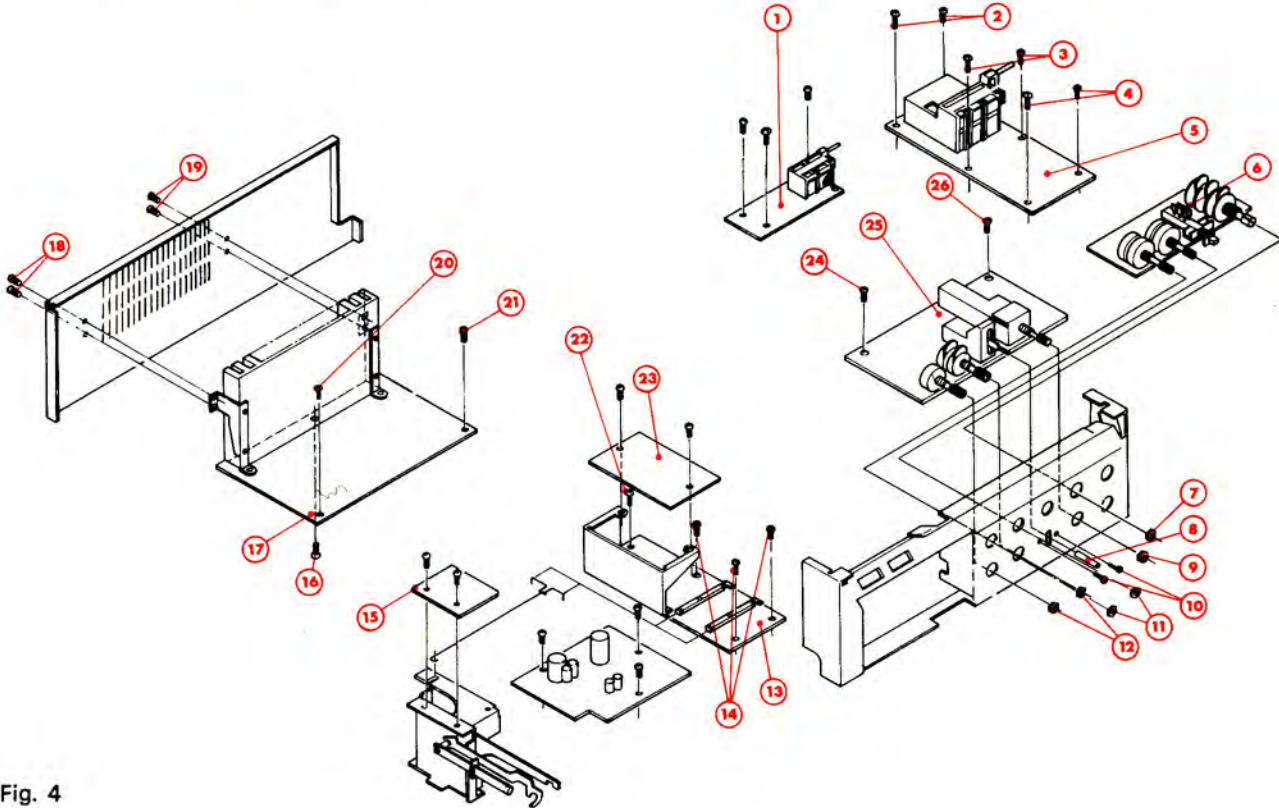

Fig. 4
E. DÉPOSE DE LA PLATINE HF-FI/MA-MF (Fig. 4)
- 2° - Déposer la platine convertisseur GO (1).
- 3° - Dévisser les vis (2), (3) et (4).
- 4° - Déposer la platine HF-FI/MA-MF (5).
F. DÉPOSE DE LA PLATINE ENREGISTREMENT-LECTURE (Fig. 4)
- 2° - Déposer la platine « DOLBY » (23).
- 3° - Dévisser les vis (14) et (22).
- 4° - Déposer la platine enregistrement-lecture (13).
G. DÉPOSE DE LA PLATINE AMPLIFICATEUR DE PUISSANCE ET RADIATEUR (Fig. 4)
- 2° - Dévisser les vis (16), (18), (19), (20) et (21).
- 3° - Déposer la platine amplificateur de puissance et son radiateur (17).
H. DÉPOSE DE LA PLATINE POTENTIOMÈTRES (Fig. 4)
- 2° - Dévisser les écrous (7) et (12).
- 3° - Déposer la platine potentiomètres (6).
I. DÉPOSE DE LA PLATINE PRÉAMPLIFICATEUR ET COMMUTATIONS (Fig. 4)
- 2° - Tirer la manette (8).
- 3° - Dévisser les vis (10), (24) et (26) et les écrous (9) et (11).
- 4° - Déposer la platine préamplificateur et commutations (25).
- 2° - Déposer la platine oscillateur (15) (Fig. 4).